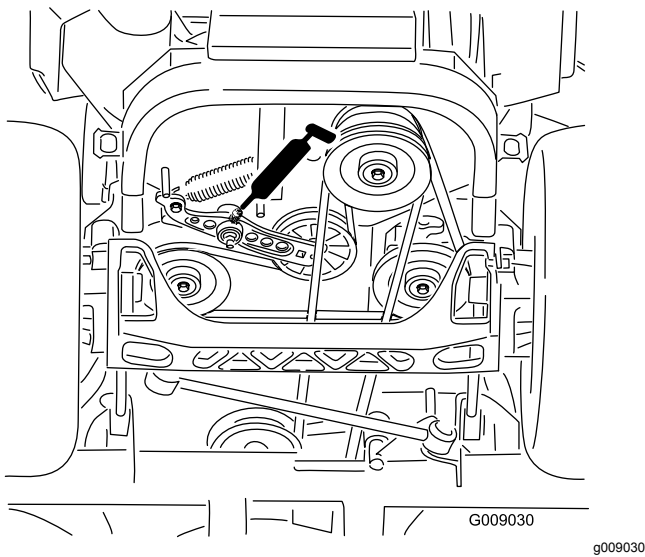

Figure 41
4. Graissez le bras de la poulie de tension de la courroie d'entraînement (**Figure 41**).